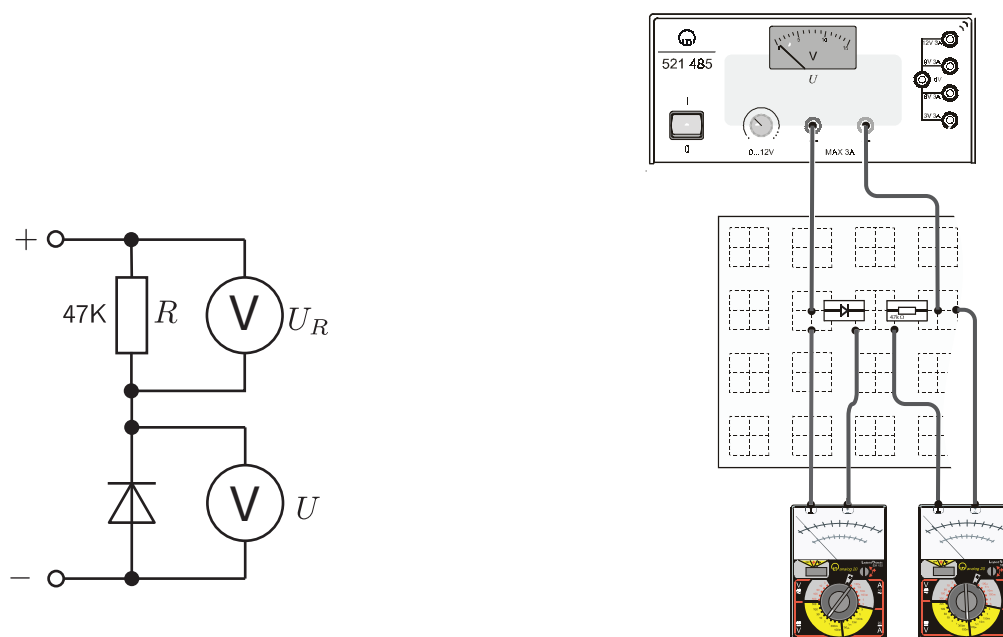

Рис.2. Экспериментальная установка для изучения ВАХ полупроводниковых диодов при обратном включении.
- Соберите схему для изучения обратных характеристик диодов (см. рисунок 2).